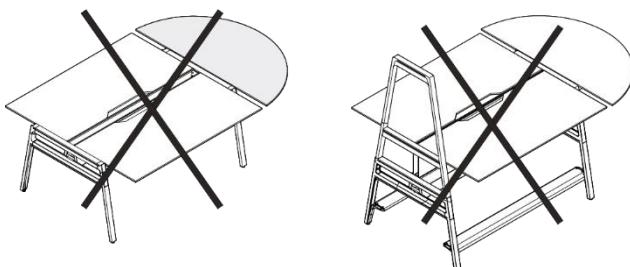

Bild 11 Halbrunde Anbauplatte, unzulässiger Anbau
- Freistehender Doppelarbeitsplatz, Sitzhöhe, nur eine Anbauplatte (siehe Bild 11, links).
- Freistehender Doppelarbeitsplatz, Stehhöhe (siehe Bild 11, rechts).